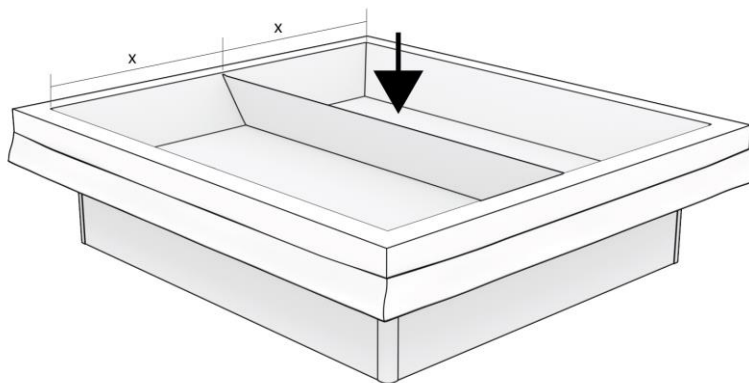

Abbildung 15: Installieren des Dividers.
**Schritt 16.** Bei einer Duo-Version installieren Sie den Divider genau in der Mitte des Sicherheitsfutters, so dass der Abstand 'x' zum Rand auf beiden Seiten gleich ist, wie in Abbildung 15 dargestellt.